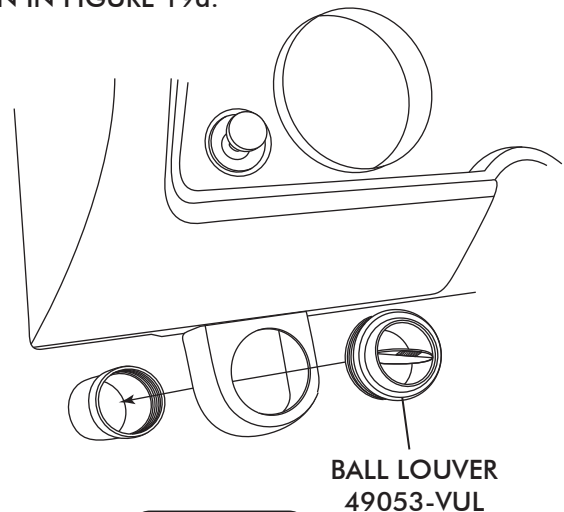

FIGURE 19a
- ☐ INSTALL LOUVER IN UNDER DASH HOUSING AS SHOWN IN FIGURE 19a.